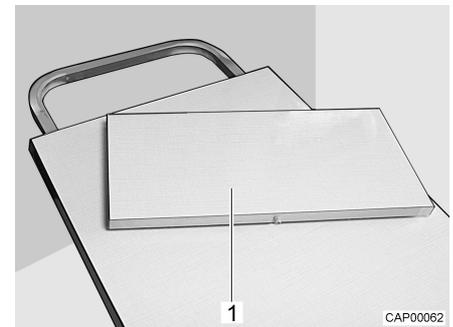

Fig. 28 Prolunga del piano del tavolo
È possibile estendere la superficie di appoggio del tavolo sospeso inserendo la prolunga del piano del tavolo (Fig. 28,1).
- Inserire la prolunga del piano del tavolo (Fig. 28,1) nella prolunga del tavolo.
- Rimuovere la prolunga del piano del tavolo (Fig. 28,1) e stivarla in modo sicuro.